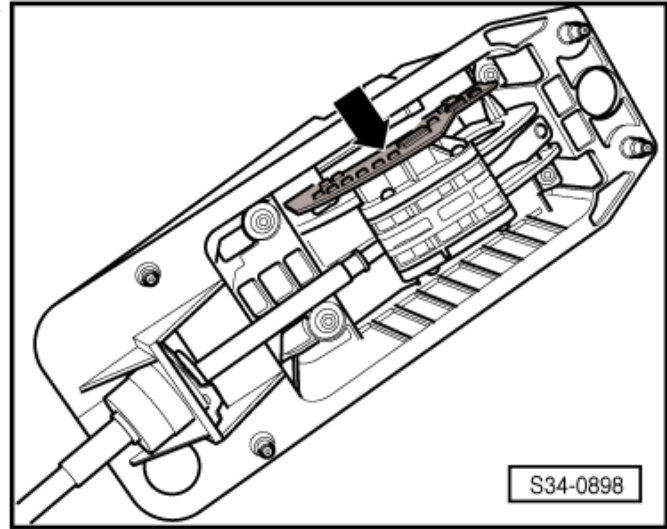

Abb. 6: Bremslichtschalter -F- und Bremspedalschalter -F47-
- ☐ Einbauort ⇒ Abb. 6 in **34-1** Seite 4